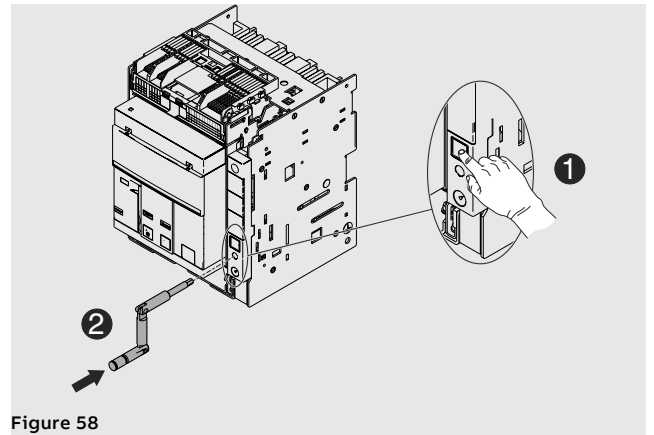

Figure 58
5. Appuyer sur le bouton de blocage et introduire la manivelle dans la partie mobile. Dans cette phase la partie mobile est encore en position **DISCONNECT**. Voir Figure 58.